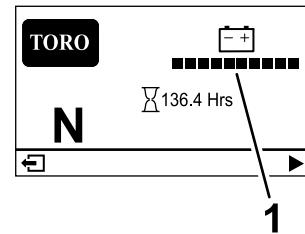

Figure 25
- **Écran d'information principal** (Figure 25) : affiche les données actuelles de la machine quand la clé est à la position CONTACT.